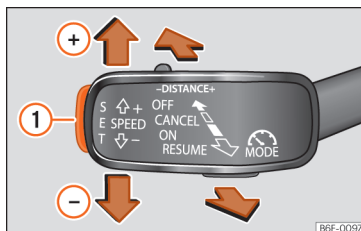

Abb. 224 Links an der Lenksäule: dritter Hebel für die Bedienung der GRA.
- Drücken Sie die Taste **SET** » Abb. 224 ①.
- Drücken Sie die Taste **SET** » Abb. 224 ①, um die Geschwindigkeit in kleinen Schritten von 1 km/h [1 mph] zu reduzieren.